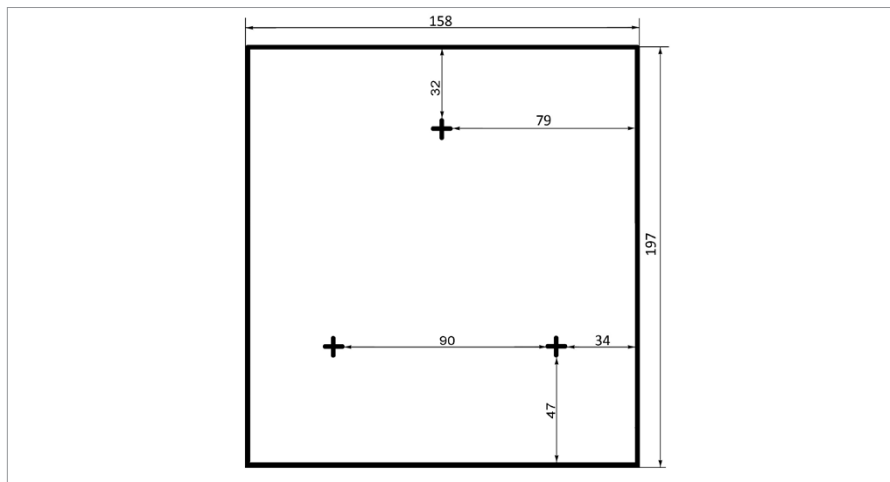
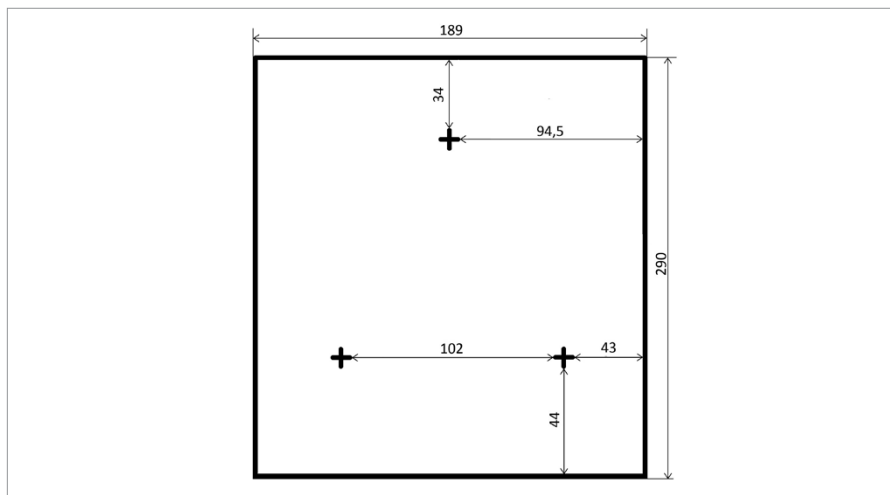

Рисунок 12. Установочные размеры РИП-12 исп.100 (РИП-12-3/7М6-V1), РИП-12 исп.104 (РИП-12-3/7М6-V4) по задней стенке корпуса
Рисунок 13. Установочные размеры РИП-12 исп.101 (РИП-12-5/17М7-V1), РИП-12 исп.108 (РИП-12-5/17М7-V8) по задней стенке корпуса
2. Наметьте на стене места для трех установочных отверстий в соответствии с габаритным чертежом (см. Рисунок 12 и Рисунок 13). Просверлите отверстия.